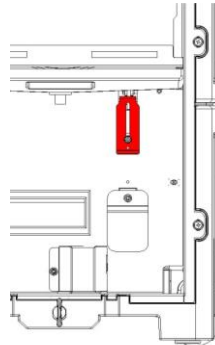

Abb. 7: Abdeckblech ohne
3. Lockern Sie die Schraube am oberen Abdeckblech und schieben Sie das Abdeckblech vor die Aussparung (Abb. 7). Ziehen Sie die Schraube wieder an.